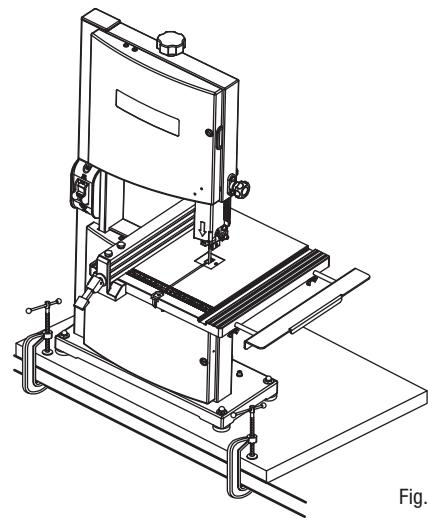

Fig. 3
**CLAMPING BAND SAW TO WORKBENCH (Fig. 3)**